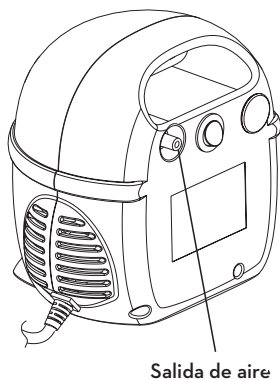

Figura 6-1
9. Presione un extremo del tubo firmemente dentro de la salida de aire ubicada en la parte del frente de la unidad del compresor. Es importante presionar firmemente hacia abajo dentro de la salida de aire en la unidad del compresor. La tubería está diseñada para ajustarse firmemente (Figura 6-1).